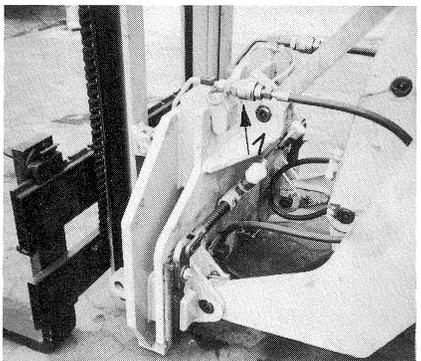

Bild 40
- (3) Mittels Schnellkupplungen (Bild 40/1) die hydraulische Verbindung zwischen Hubmast und Lader-Bagger herstellen. Funktionskontrolle des E-Schalters durchführen.